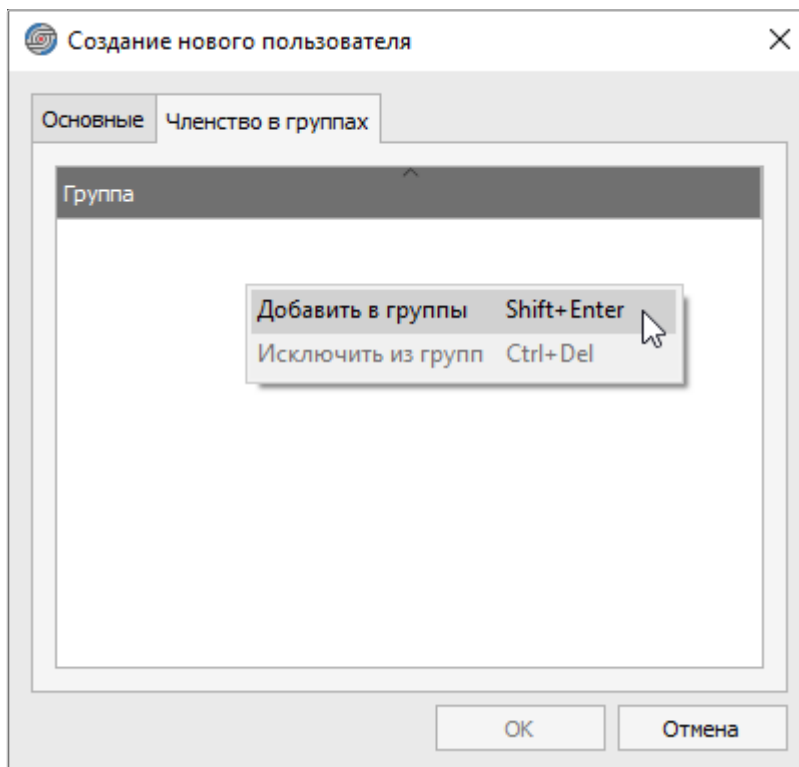

Рисунок 74. Команда «Добавить в группы»
- В поле «Группа» щелкнуть правой кнопкой мыши и в появившемся контекстном меню выбрать команду «Добавить в группы» (см. рисунок 74);